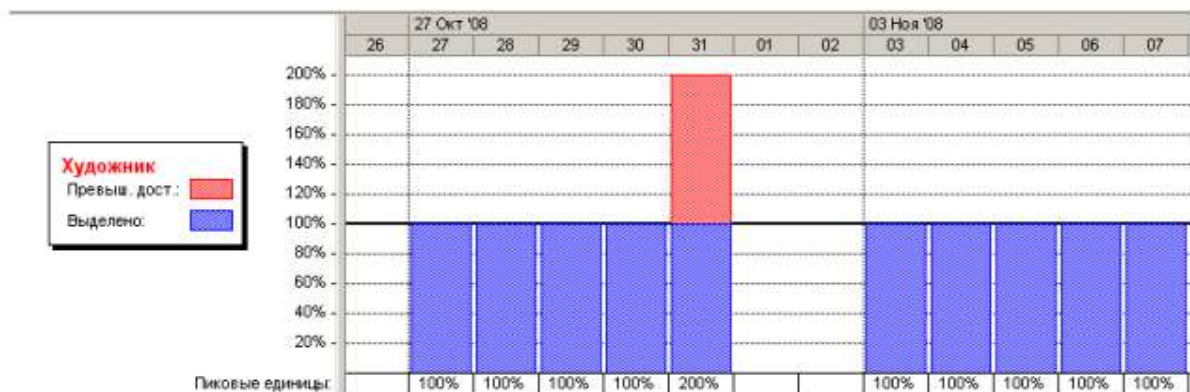

Рис. 40. График ресурсов
- Нажмите (Вид, График ресурсов). При необходимости воспользуйтесь кнопкой прокрутки в нижней части панели. Информация о проекте будет представлена в выбранном режиме (рис. 40).